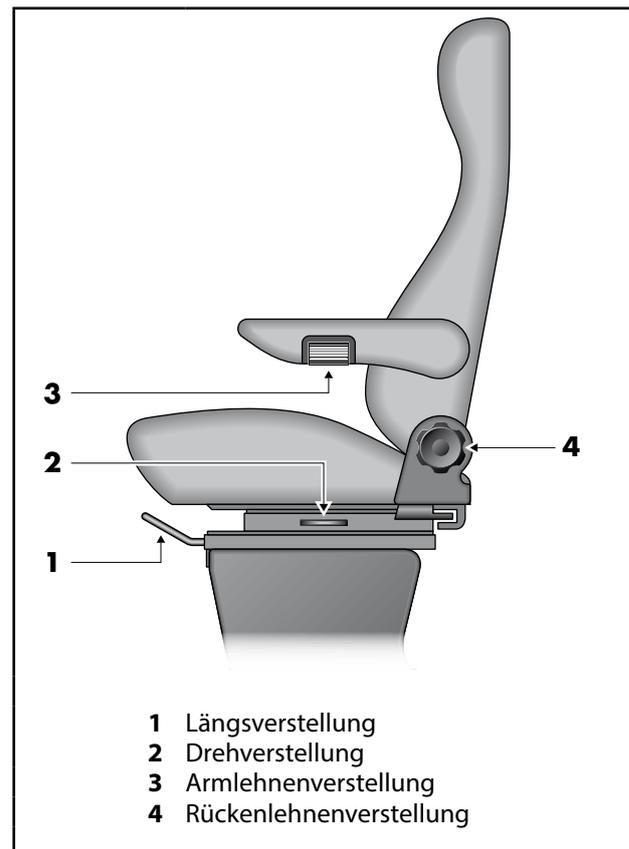

Abb. 3 Bedienelemente am Pilotensitz
1. Entriegelungshebel (Abb. 3, Pos. 1) nach oben ziehen und halten.
1. Entriegelungshebel (Abb. 3, Pos. 2) ziehen und halten.
Handrad (Abb. 3, Pos. 4) nach vorne bzw. hinten drehen und Rückenlehne nach vorne bzw. hinten verstellen.
2. Die Einstellung der Armlehnenhöhe über Drehwalze (Abb. 3, Pos. 3) vornehmen.